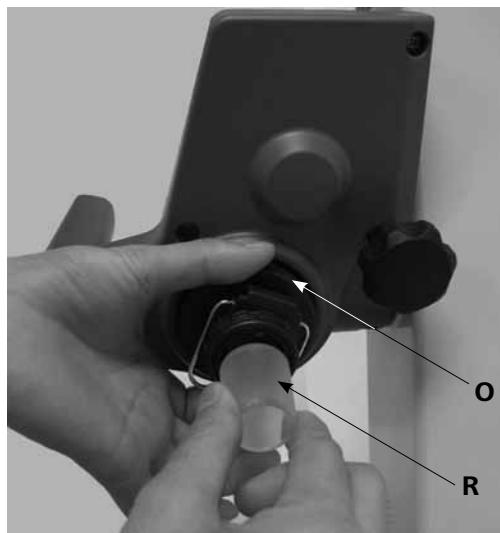

Fig. 14b
- Verrouillez ensuite ce dispositif (**O**) d'arrêt en tournant à 60° dans le sens des aiguilles d'une montre. (Fig. 14b)